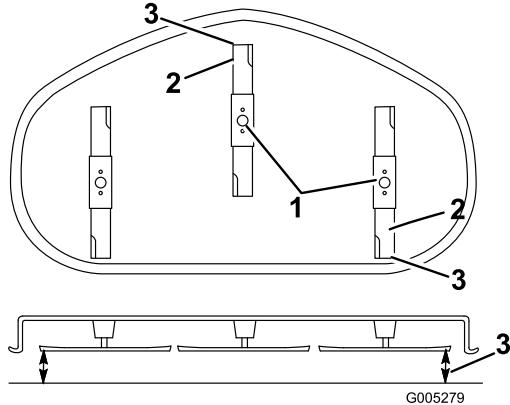

Figura 42
6. Mida entre la punta de la cuchilla delantera y la superficie plana y entre la punta de la cuchilla trasera y la superficie plana (Figura 42). Si la punta de la cuchilla delantera no está entre 1,6 y 7,9 mm (1/16 y 5/16 pulgada) más baja que la punta de la cuchilla trasera, ajuste la contratuerca delantera.
la punta de la cuchilla más avanzada esté entre 1,6 y 7,9 mm (1/16 y 5/16 pulgada) más baja que la punta de la cuchilla más atrasada (Figura 42).